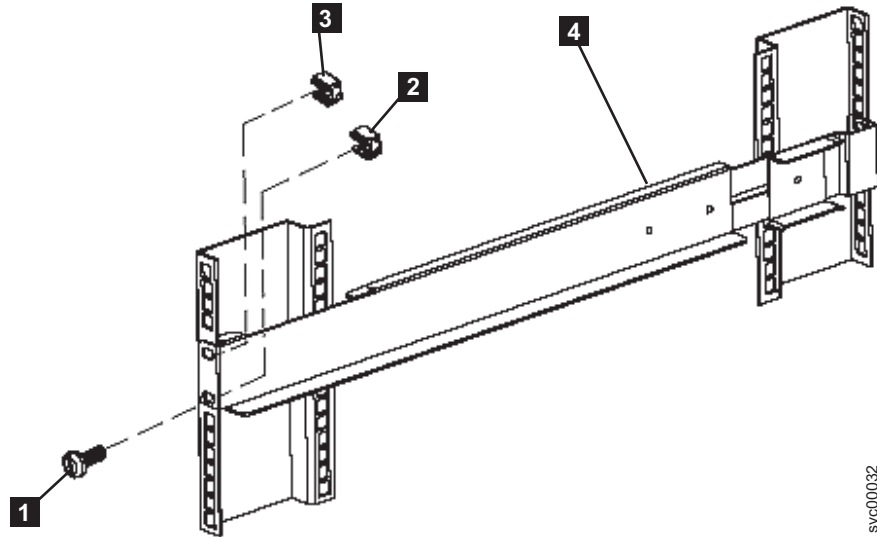

図 18. 2145 UPS 1U への前面レールの固定
7. 1 つの M6 × 10 ねじと 1 つのクリップ・ナット **1** (51 ページの図 18) を使用して、レールの下部の穴のみをラックの前面に取り付けます。